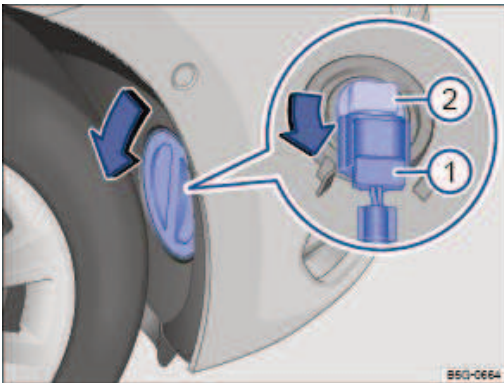

Fig. 185 Dans la coquille de passage de roue avant droite : changement de l'ampoule du projecteur
- 3 Tournez le cache dans la coquille de passage de roue dans le sens de la flèche et retirez-le ⇒ Fig. 185.
- 4 Déverrouillez puis débranchez la fiche de raccordement ⇒ Fig. 185 ①.
- 5 Tournez le porte-ampoule ⇒ Fig. 185 ② dans le sens inverse des aiguilles d'une montre jusqu'en butée, puis retirez-le par l'arrière avec l'ampoule.
- 8 Rebranchez la fiche de raccordement ⇒ Fig. 185 ① sur le porte-ampoule ⇒ Fig. 185 ②. La fiche doit s'enclencher de manière audible.
- 9 Mettez en place le cache dans la coquille de passage de roue ⇒ Fig. 185 et verrouillez-le.